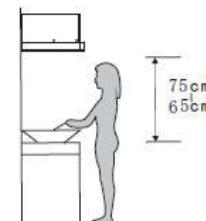

Imagen 1
1. La campana extractora debe colocarse a una distancia de 65-75 cm desde la superficie de cocción para obtener el mejor efecto. Véase la imagen 1.